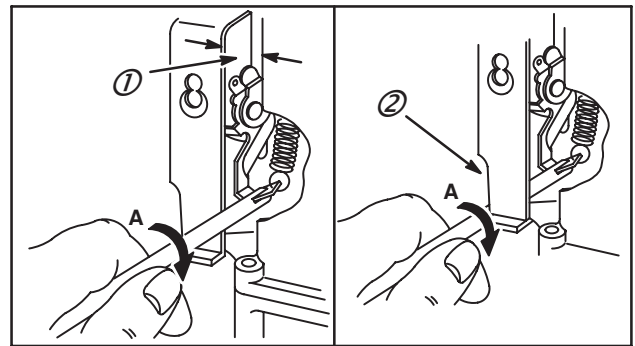
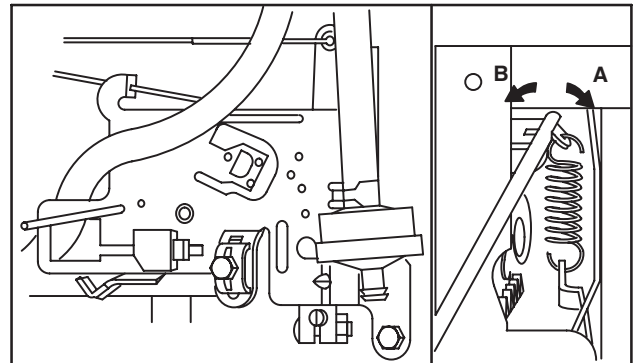

Fig. 57
Fig. 58
2. Utiliser l'outil de torsion Réf. : 19229, pour plier l'accrochage de ressort et obtenir le RÉGIME MAXIMUM À VIDE approprié, Fig. 57, supports de commande à crémaillère verticale et pivot ou Fig. 58, support de commande à crémaillère horizontale. Pour les moteurs à régime maximum limité, régler la patte pour obtenir 4000 Tr / mn, sauf indication contraire dans le Tableau N° 7, page 29 pour les Modèles 197400, 195700, 196700, 254700, 257700, 259700, 28A700, 28B700, 28C700, 28D700, 28F700, 28M700, 28R700, 28T700, 28V700 ou Tableau N° 8, page 29, pour les Modèles 170000, 190000, 220000, 250000, 280000 avant montage de la vis de limitation.